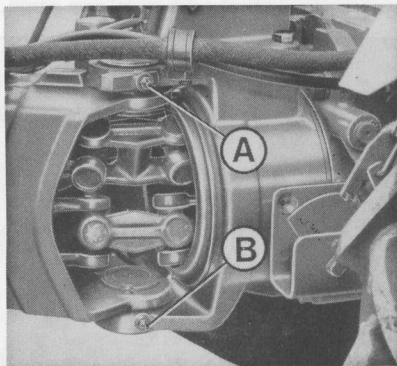

Fig. 13
2) Il est absolument indispensable de graisser, toutes les 15 ou 20 heures de travail, les graisseurs indiqués sur les figures : 13, 14 et 15.